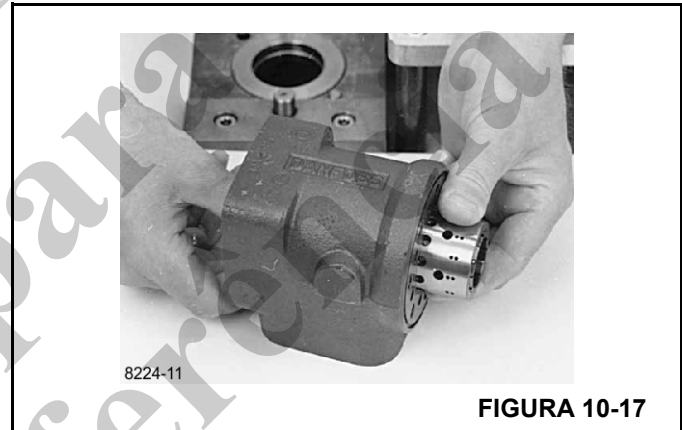

FIGURA 10-17
9. Tome cuidado para manter o pino cruzado na luva e o carretel na horizontal. O pino pode ser visto através da extremidade aberta do carretel. Pressione o carretel para dentro e a luva, o anel, as pistas do rolamento e o rolamento de agulhas serão empurrados juntos para fora do alojamento (Figura 10-17).